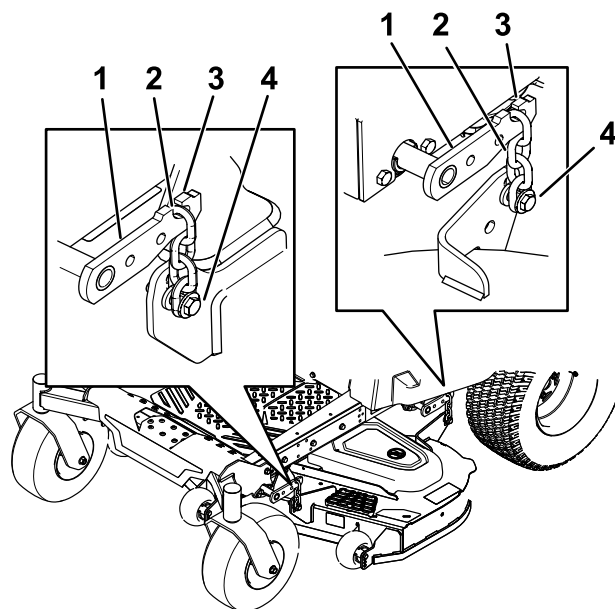

Figura 65
7. Retire las cadenas de los ganchos de los brazos de elevación de la carcasa (Figura 65).
6. Eleve la parte trasera de la carcasa de corte y conecte las cadenas a los brazos de elevación traseros (Figura 65).
7. Conecte las cadenas delanteras a los brazos de elevación delanteros (Figura 65).